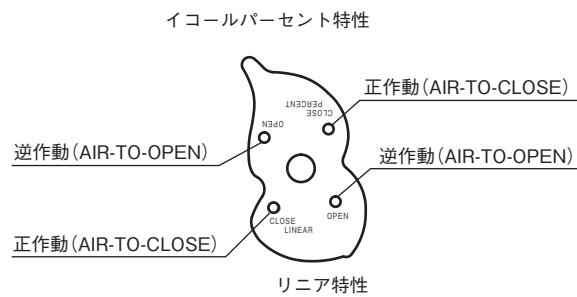

図5-13 カム
- c) 図5-13を参照して、操作器作動とカム特性に応じたカムの合わせ穴を選び、指針のボスにはめ込みます。